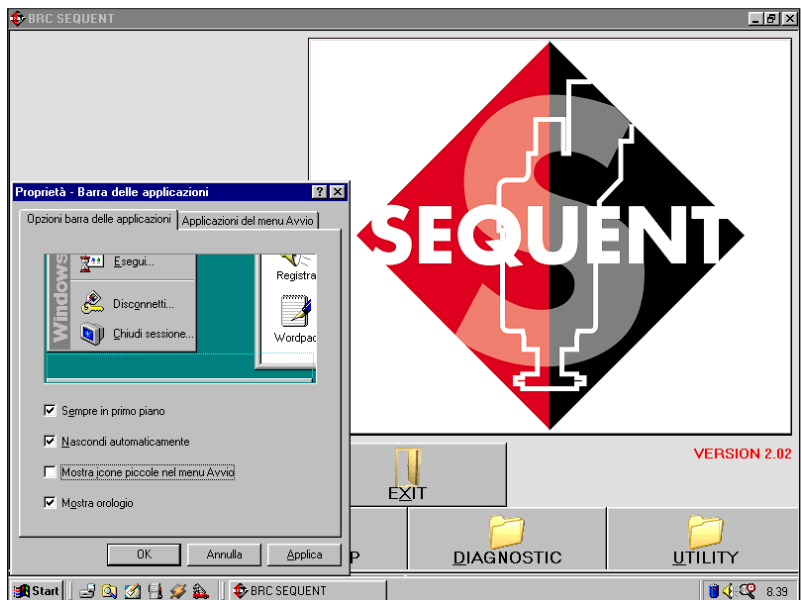

Fig. 3.1 - Cacher la barre des instruments de Windows®
**ATTENTION!** Pour un correct affichage des pages du logiciel, il est nécessaire de cacher la "barre des instruments" de Windows® (voir figure 3.1). Pour faire ceci il est suffisant de positionner le pointeur de la souris sur la barre, dans un endroit libre d'icônes. Les programmes ouverts, appuyer avec la touche droite, sélectionner "Propriétés" et enfin sélectionner les options "Toujours en premier plan" et "Cacher automatiquement", comme montré en figure 3.1.
des répertoires semblent être toutes fermées (voir figure 3.1). De gauche à droite on trouve respectivement: